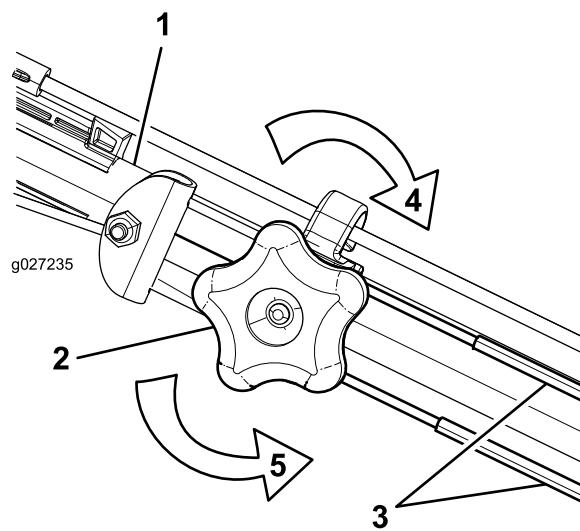

Figura 31
1. Gire el pomo de ajuste en sentido antihorario para aflojar el cable (Figura 31).
2. Ajuste la tensión de los cables (Figura 31) tirando de ellos hacia atrás o empujándolos hacia adelante, y sujetelos en esa posición.